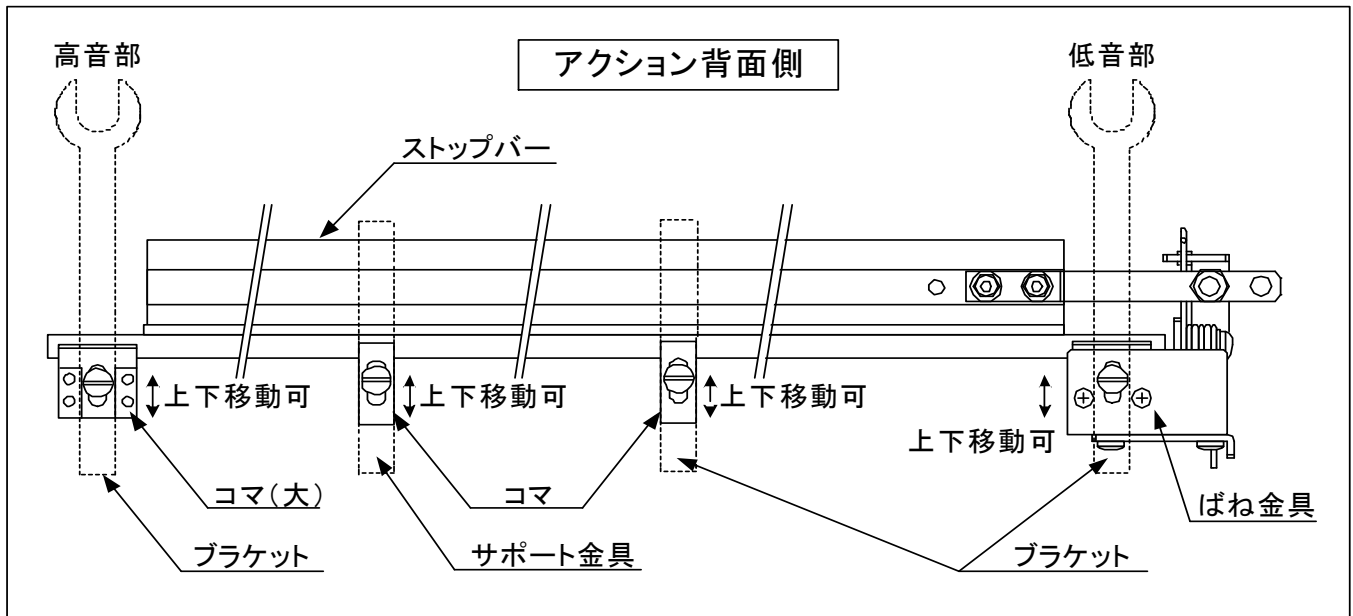

図3.2-1 ストップバーの取り付け
- (1) アクションをピアノから取り外す。
- (2) アクションよりダンパーストップレールを取り外す。
- (3) 次高音部の固定金具を付属のサポート金具に交換する。既存のネジで取り付けられない場合は付属のM4×30mm、スプリングワッシャー、M4ナットに交換する。
- (4) ダンパーストップレールの位置へ図3.2-1の様に、(2)で外したネジを使用してストップバーのコマ(大)、コマおよびばね金具を仮止めする。既存のネジで取り付けられない場合は、付属のM4×40mmネジとM4ナットまたは、M3×45mmネジとM3ナットに交換する。